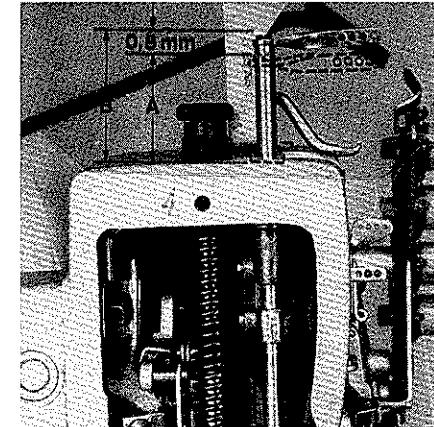
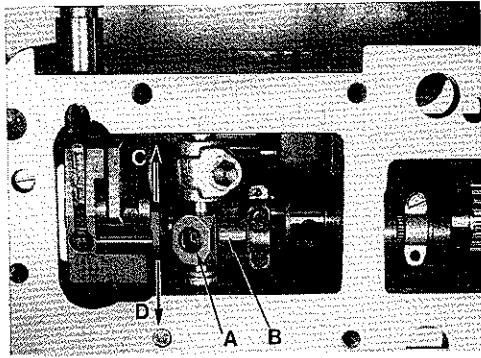

Fig.67
Fig.68
3. Measure dimension "A", Fig.67 with a slide rule and note it.
6. Measure dimension "B", Fig.67.
3. Messen Sie mit einer Schieblehre das Maß "A", Fig.67 und merken Sie es sich.
6. Messen Sie das Maß "B", Fig.67.
The machine is synchronized correctly if dimension "B" is 0,8 - 1 mm (.032 - .400 in.) larger than dimension "A" (see Fig.67).
2. Loosen screw (A, Fig.68).
3. If the difference between dimension "A" and dimension "B" (Fig.67) is less than 0,8 - 1 mm (.032 - .400 in.), lever (B, Fig.68) must be moved in the direction of the arrow towards "D". If the difference is more than 0,8 - 1 mm (.032 - .400 in.), lever (B) must be moved in the direction of the arrow towards "C".
Ist das Maß "B" um 0,8 - 1 mm größer als das Maß "A", ist die Maschine richtig synchronisiert (siehe Fig.67).
2. Lösen Sie die Schraube (A, Fig.68).
3. Ist der Unterschied zwischen Maß "A" und Maß "B" (Fig.67) kleiner als 0,8 - 1 mm muß der Hebel (B, Fig.68) in Pfeilrichtung nach "D" verschoben werden. Ist der Unterschied größer als 0,8 - 1 mm muß der Hebel (B) in Pfeilrichtung nach "C" verschoben werden.